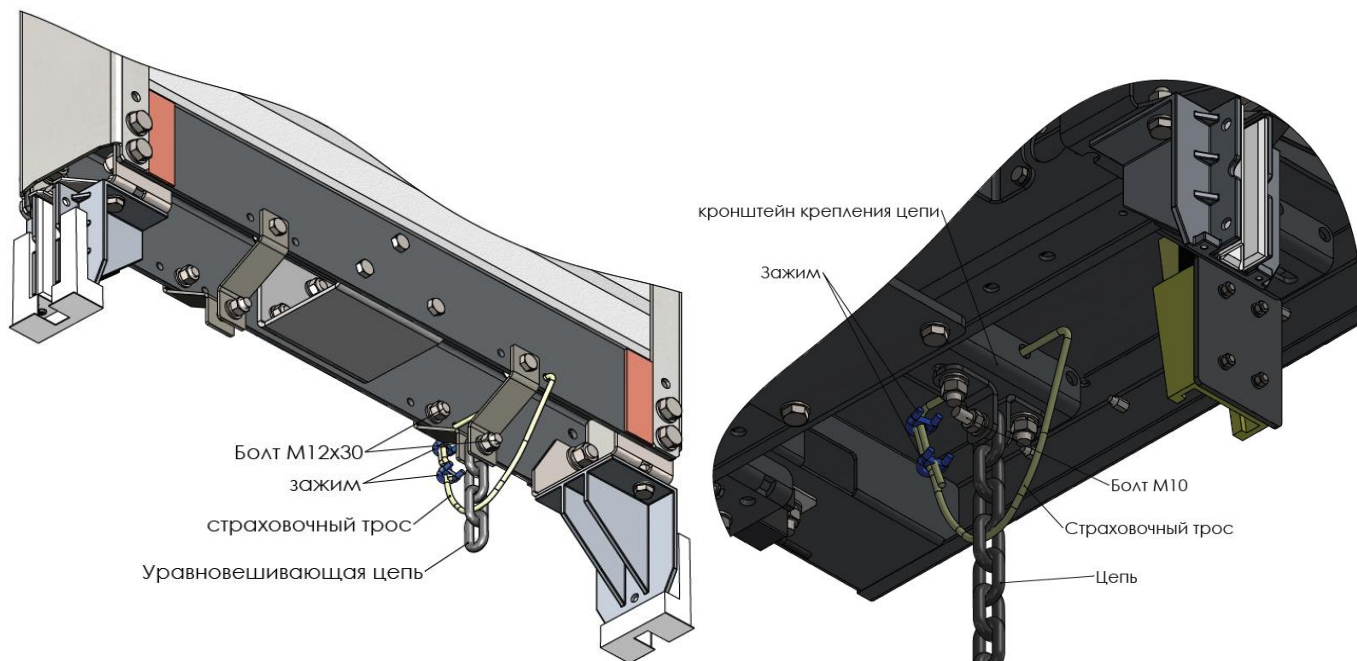

Рис. 57 Крепление уравновешивающей цепи.
- На нижней балке противовеса к кронштейну крепления уравновешивающей цепи зафиксировать звено цепи с помощью болта в поставке (рис.57);